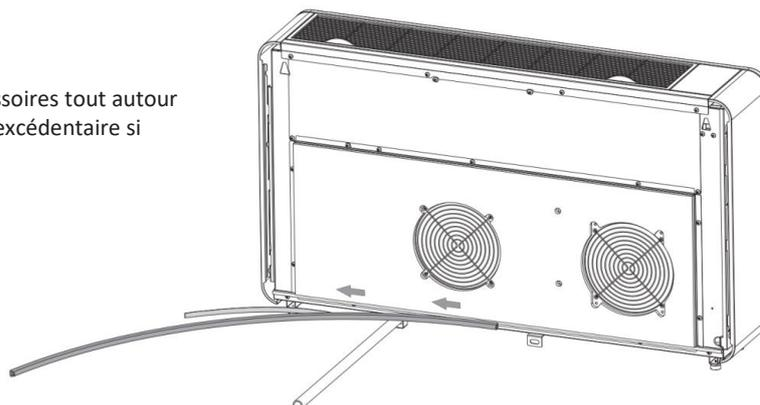

Figure 1
1. La bande isolante doit être collée autour de l'extrémité de l'arrière de l'appareil, comme figure sur la Figure1.